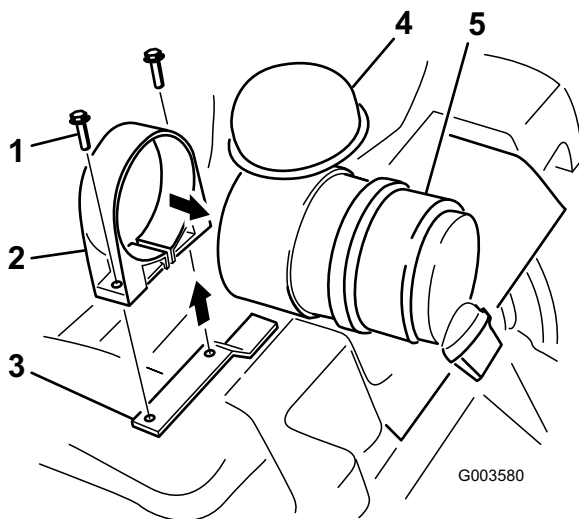

Bild 2
6. Öffnen Sie den Luftfilterriemen und ziehen Sie ihn über das Ende der Glocke, an dem Sie den Filter herausgenommen haben (Bild 2).